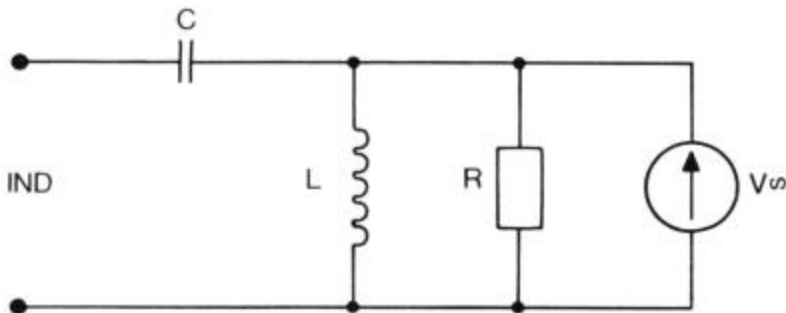

Fig. 16.1
Sammensæt en spole (L) og en kondensator (C) til et LC-led som vist på fig. 16.1. Sinusgeneratoren forbindes til indgangen, og over spolen måles spændingen ved et voltmeter eller et oscilloskop.